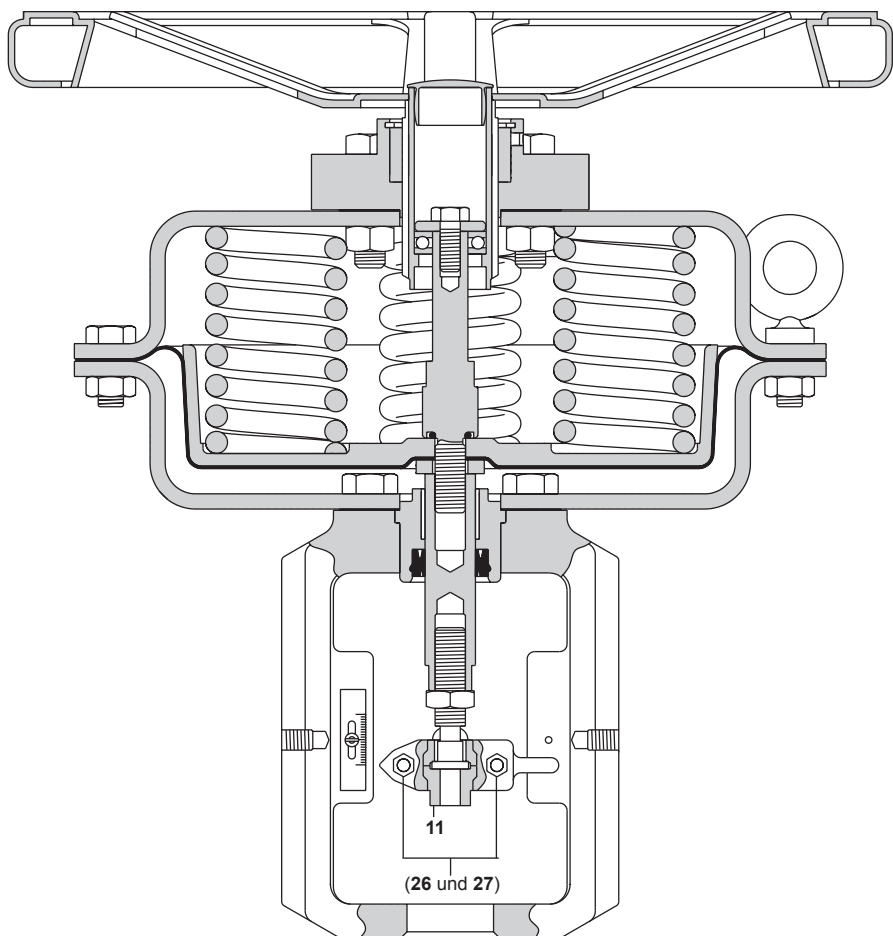

Abb. 10
- Die Klemmmuttern und Schrauben (**26** und **27**, siehe Abbildung 10) lösen und den Ventiladapter (**11**) abnehmen.